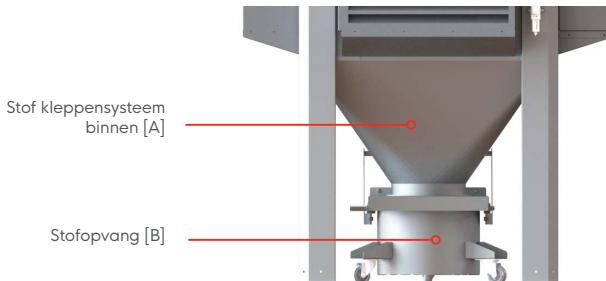

Figuur 5.1 Filtervervanging
2. Schroef de twee bevestigingsbouten (figuur 5.1 [A]) rondom het Collector (figuur 5.1 [B]) voorzichtig los.